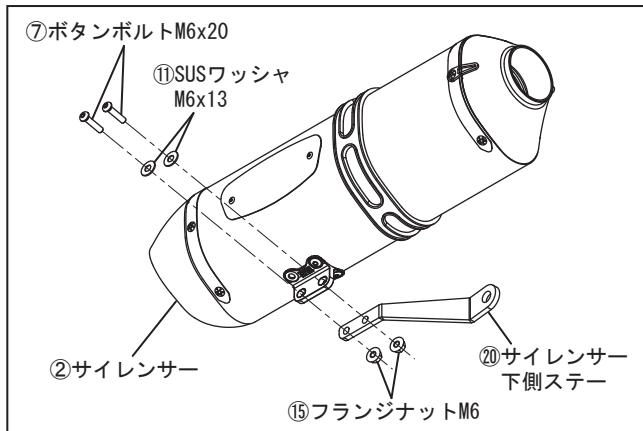

FIG. 12
10. ②サイレンサーに⑩サイレンサー下側ステーを⑦ボタンボルトM6×20と⑪SUSワッシャM6×13、⑯フランジナットM6を使用して仮締めして下さい。（FIG. 12, 13参照）